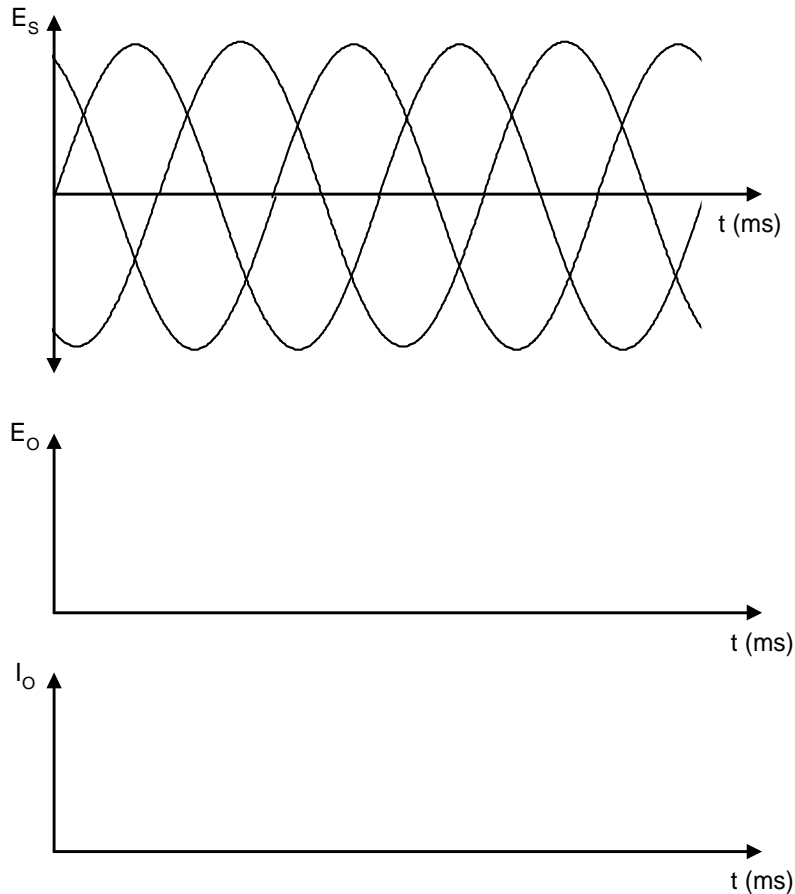

FIGURE 1-6
- Tracez la forme d'onde de la tension de sortie et du courant à la Figure 1-6. Indiquez les valeurs réelles.